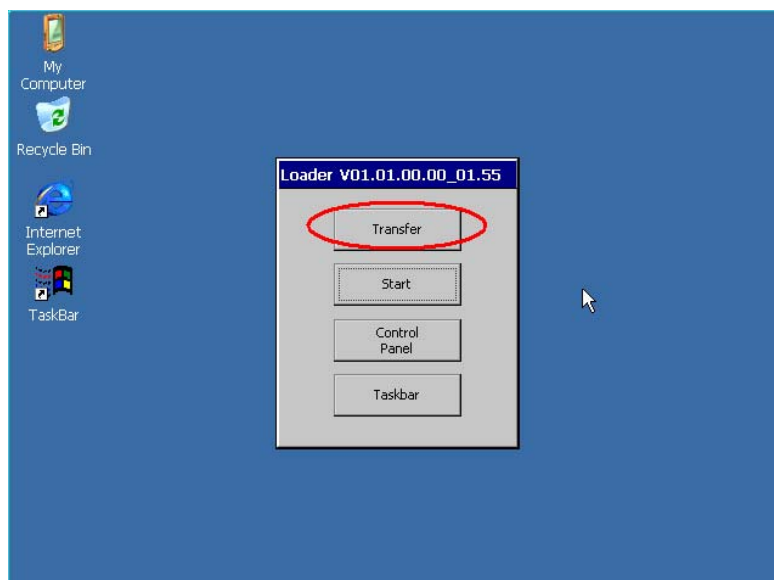
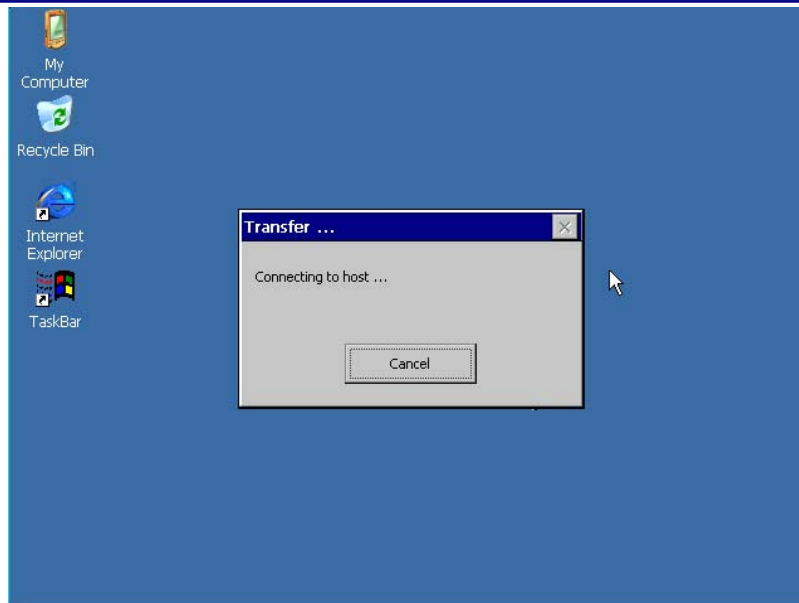

图 3.1.7
图 3.1.8
如图 3.1.7 所示，点击 Transfer 按钮，画面显示 Connecting to host...如图 3.1.8 所示。表明面板进入传送模式，如图 3.1.8 所示，面板上设置完毕。
1. 面板没有切换到传送模式（如图 3.1.8 所示）